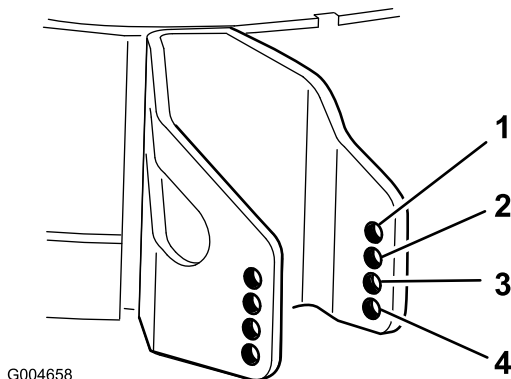

Figura 27
4. Seleccione el taladro que hará que el rodillo protector del césped esté lo más próximo posible a la altura de corte deseada (Figura 27).